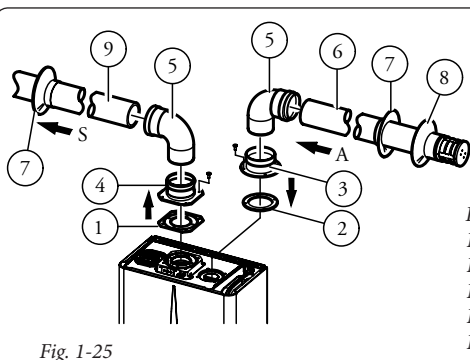

Fig. 1-25
- Montaggio kit (Fig. 1-25): installare la flangia (4) sul foro centrale della caldaia interponendo la guarnizione (1) e serrare con le viti a testa esagonale e punta piatta presenti nel kit. Togliere la flangia piatta presente nel foro laterale rispetto a quello centrale (a seconda delle esigenze) e sostituirla con la flangia (3) interponendo la guarnizione (2) già presente